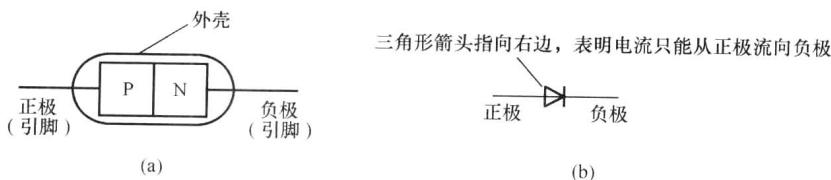

图 1-3 二极管结构及在电路图中的图形符号
(2) 结构和符号。二极管由一个PN结加上电极引线和密封管壳构成。二极管结构及在电路中的图形符号如图1-3所示。
(3) 二极管特点。在二极管正极加正电压，负极加负电压，称二极管外加正向电压，这时二极管有电流流过处于导通状态。在二极管正极加负电压，负极加正电压，称二极管外加反向电压，这时二极管无电流流过处于截止状态。这种特性就是二极管的单向导电性。